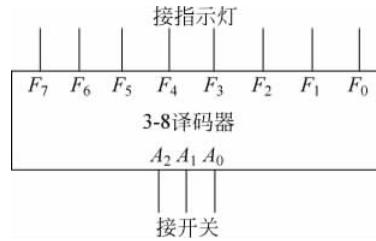

图 5.4.2 3-8 译码器电路示意图
- (1) 用 GAL 实现一个 3-8 译码器。
- (2) 按图 5.4.2 进行设计,绘出逻辑图和引脚分配图。
- (3) 正确形成源程序文件、列表文件、JEDEC 文件。
- (4) 正确编辑熔丝图,并把熔丝图写入 GAL 芯片。
- (5) 测量 GAL 器件状态,测试其是否能完成设计要求。